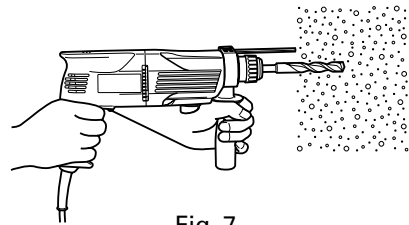

Fig. 7
- (1) Montar la broca
- (2) Presionar el interruptor de gatillo después de poner la punta de la broca en la posición para taladrar. (Fig. 7)
- (3) No es necesario presionar con fuerza la broca. Presionar ligeramente la broca de forma que el polvo producido al taladrar salga al exterior gradualmente.
- Cuando la broca toque una barra de hierro de construcción se detendrá inmediatamente y el martillo giratorio tenderá a girar. Por lo tanto, sujetar el mango lateral y sostenerlo firmemente como se ilustra en la Fig. 7.